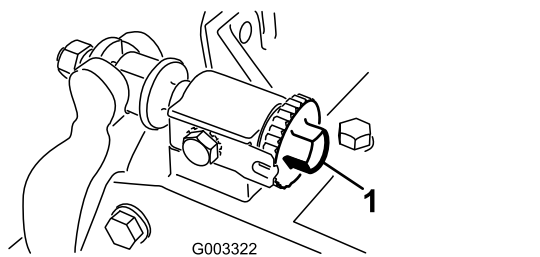

图12
2. 逆时针旋转底刀架调节螺丝确保底刀架不与滚刀接触 **图12**。